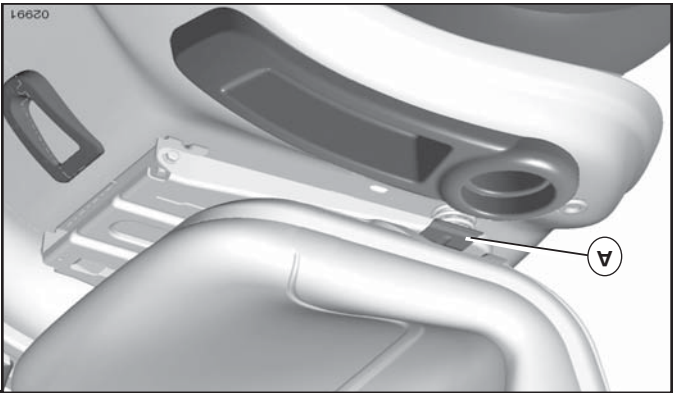

FIG. 2
- REMARQUE: Si cette batterie est mise en service après le mois ou l'année indiquée sur l'étiquette (L) (étiquette locale), entrez la date de mise en service dans le tableau ci-dessous.
- Ajustez le siège (voir la Fig. 2)